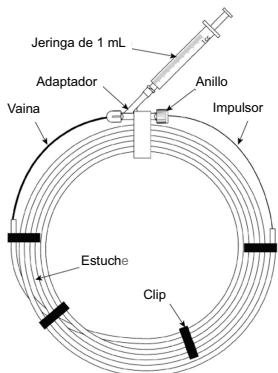

Ilustración 5. Cómo hinchar la vaina de PVA
- 6) Como muestra la Ilustración 5, inyecte 1 mL de solución salina heparinizada en la vaina desde el adaptador para hinchar la varilla de PVA de la ED COIL.